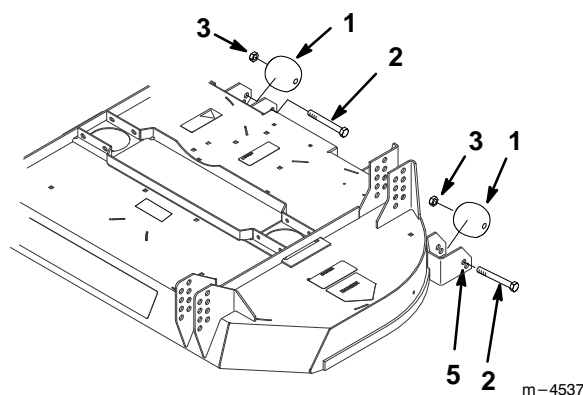

Abbildung 13
2. Sicherungsmutter und Schraube entfernen, um die Lochposition zu ändern (Abb. 13).
3. Die richtige Lochposition für die jeweilige Schnitthöhe wählen (Abb. 13).